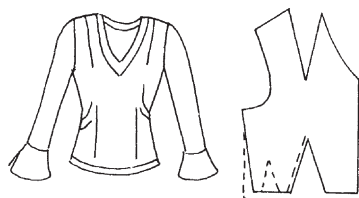

Рис. 40. Наклонные заломы
*Дефект 6:* наклонные заломы от бокового шва вверх в области талии (рис. 40).